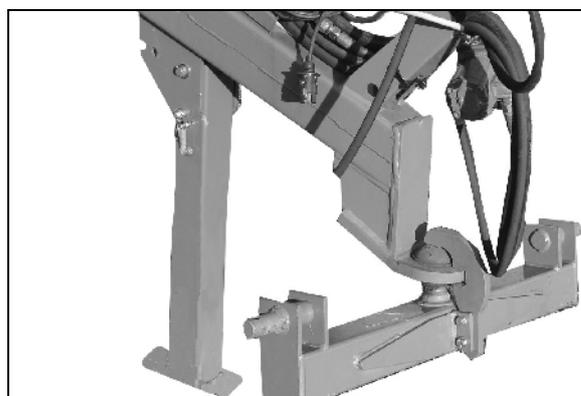

Fig. 76
- Pata de apoyo bajada con la máquina desacoplada. (Fig. 76).